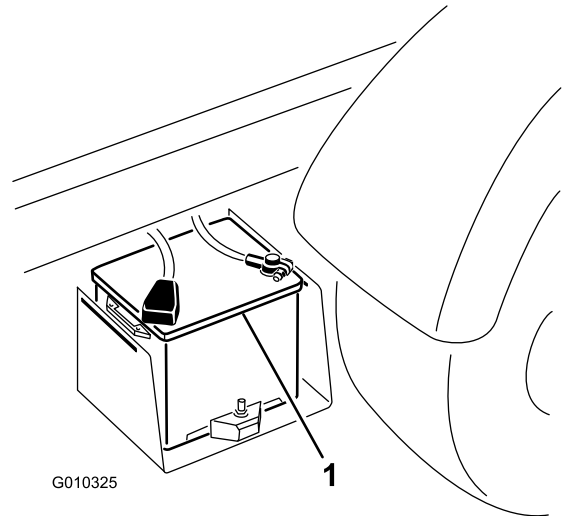

Bild 53
2. Schließen Sie ein Starthilfekabel an die positiven Pole von zwei Batterien an (Bild 53). Der positive